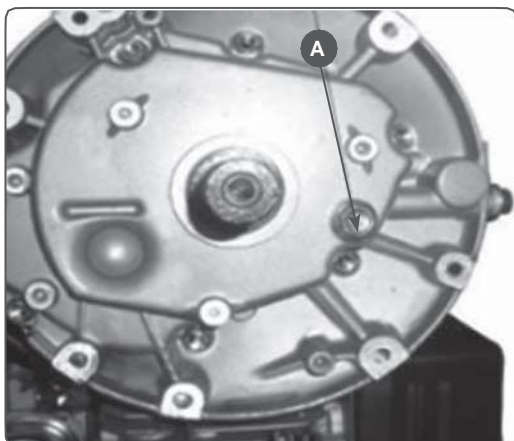

Рис.11
2. На многих двигателях пробка для слива масла (А) находится на картеже снизу двигателя, под ножом (Рис.11)